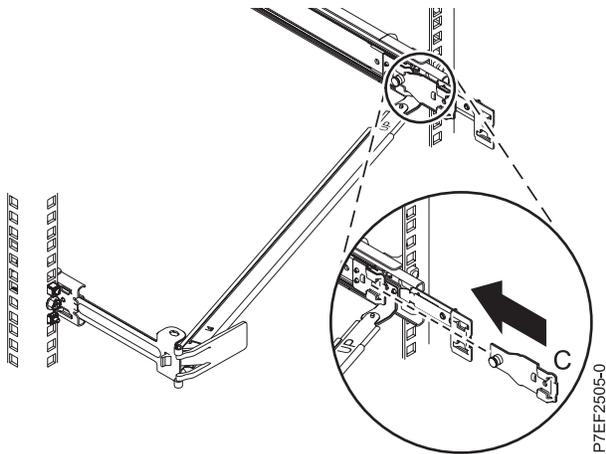

Figura 16. Instalación de la pieza de sujeción de montaje en el riel deslizante
- Fije la pieza de sujeción de montaje (C) en la ranura que hay en la parte interior del riel deslizante derecho desplazando la patilla de montaje (C) en el riel derecho hasta que la patilla por resorte quede encajada en su sitio, tal como se muestra en la Figura 16 en la página 13.